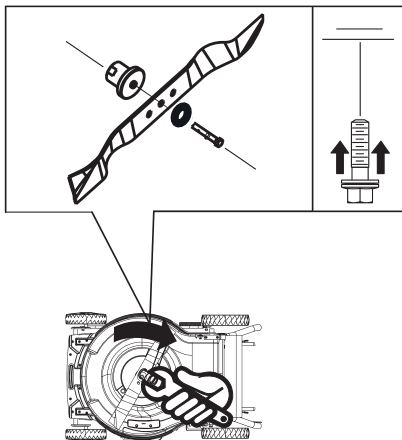

рис. 17
7. Установите новый нож и крепеж, затяните болт по часовой стрелке (рис. 17).